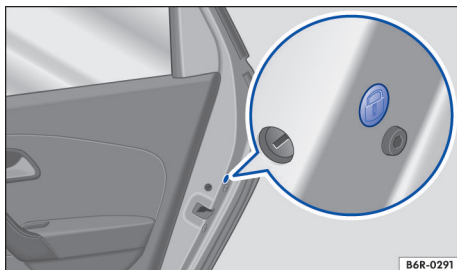

Fig. 59 Na porta traseira: travamento de emergência, coberto por uma vedação de borracha.
- Remover a vedação de borracha **Ⓛ** na lateral da porta → Fig. 59.